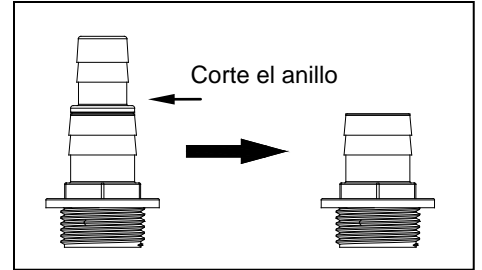

Fig. 1
1. Si usted esta utilizando tubería de 3/4 pulgada, siga con el paso 14. Si usted esta utilizando tubería de 1 pulgada, corte el adaptador como se muestra. Fig. 1